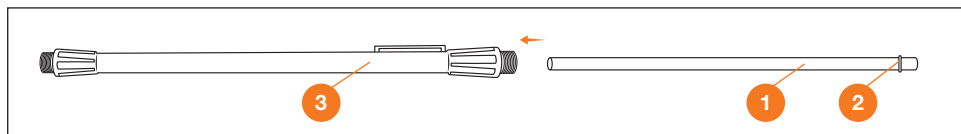

Рис. 3
1. Соберите телескопическую штангу (если она не собрана): внутреннюю трубку ❶ вставьте во внешнюю трубку ❸ со стороны рукоятки управления таким образом, чтобы металлическое стопорное кольцо ❷ находилось с задней стороны (Рис. 3).